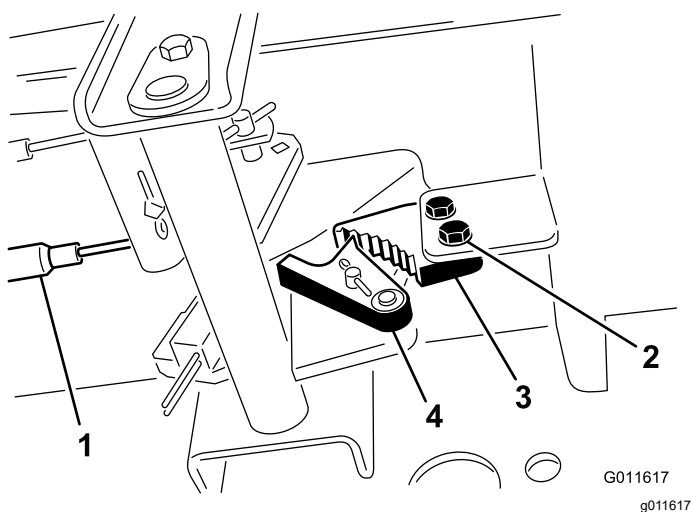

Figura 99
1. Afloje los 2 tornillos que fijan el trinquete del freno de estacionamiento al bastidor (Figura 99).
2. Pise el pedal del freno de estacionamiento hacia adelante hasta que la uña se engancha a fondo en el trinquete del freno (Figura 99).